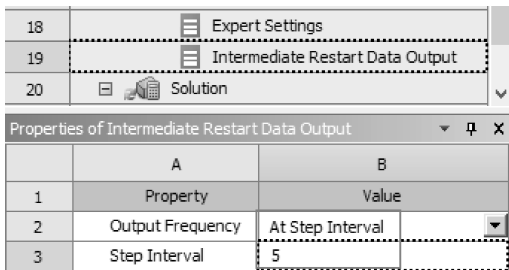

图 11-180 设置耦合输出频率
(4) 单击【Execute Control】→【Intermediate Restart Data Output】→【Properties of Intermediate Restart Data Output】→【Output Frequency】= At Step Interval，【Step Interval】= 5，如图 11-180 所示。
(5) 右键单击【Solution】，从弹出的菜单中选择【Update】升级计算。
(6) 单击工具栏中的【C: System Coupling】关闭按钮，返回到 Workbench 主界面，耦合求解完毕。